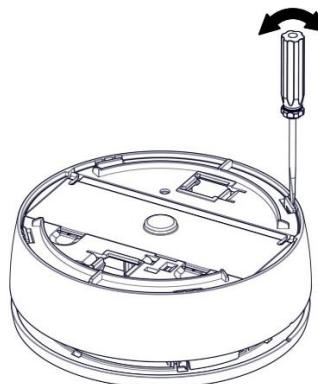

Figura 14
3. Con ayuda de un destornillador, presione las 4 lengüetas y retire la carcasa del detector (*ver la Figura 14*).